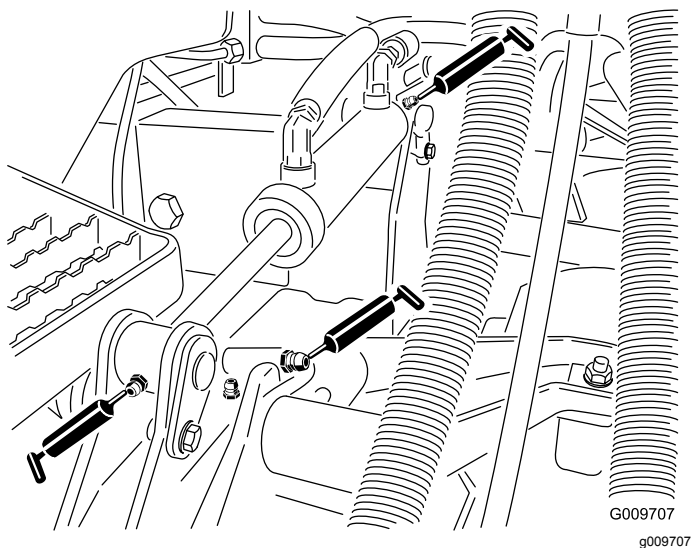

Figure 26
- Bagues de bras de relevage (1 par plateau) (Figure 26).
- Bagues de vérin de relevage (2 par plateau) (Figure 26).